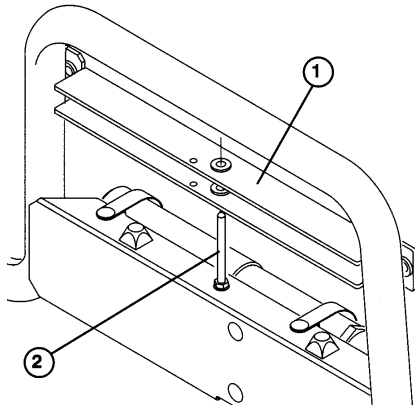

Bild 16
2. Die Stütze der Flachmulde von ihrem Steckbolzen an der Oberseite des U-Profiles entfernen, auf dem die Rückenlehne des Workman getragen wird (Bild 16).